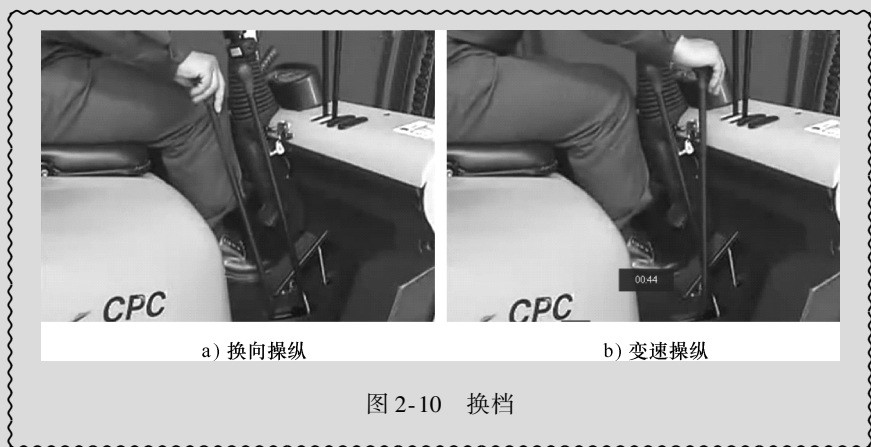

图 2-10 换档
- 4) 手握操纵手柄时，应以掌心贴住球头，五指握向手心，球头自然地握在掌心。如图 2-10 所示。